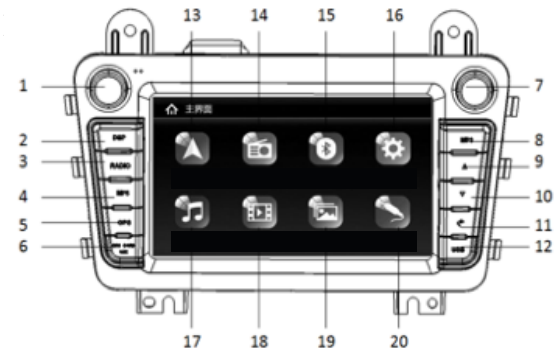

Figura 3.1.1.21
- Introducción a las funciones básicas del MP5 (ver Figura 3.1.1.21)